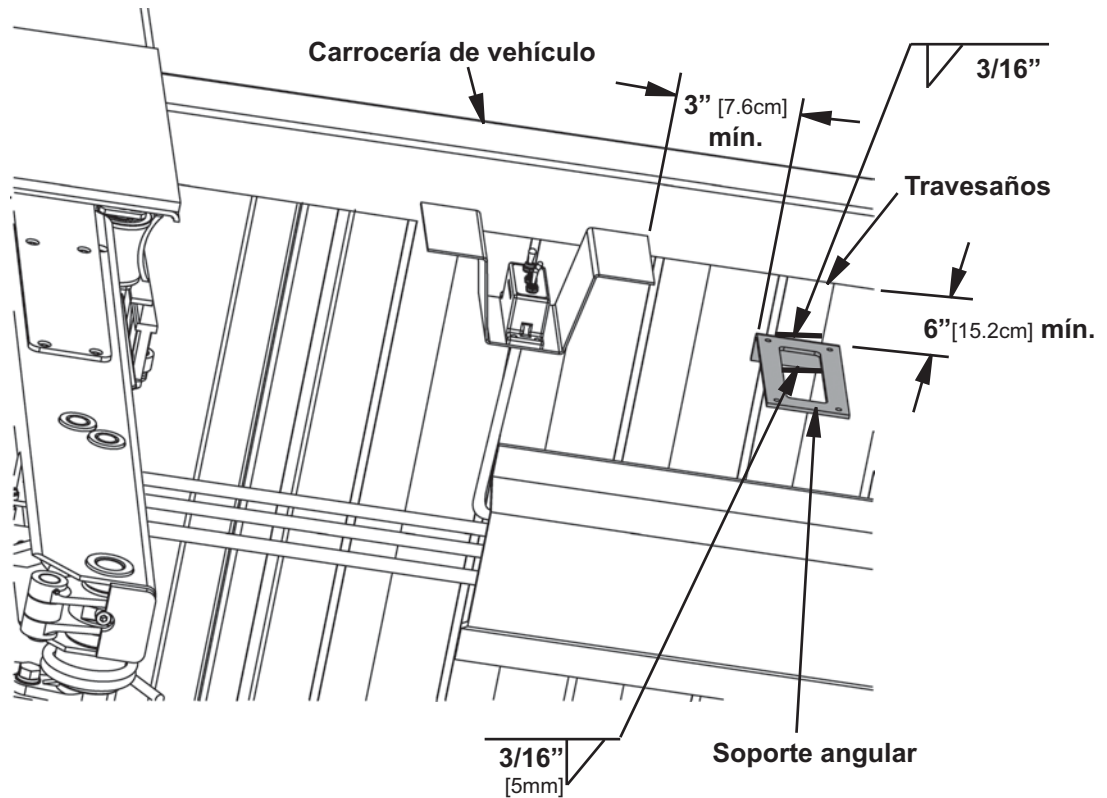

FIG. 5-1
3. Suelde el soporte angular (j. de art.) al travesaño debajo de la carrocería del vehículo como se muestra en la **FIG. 5-1**.